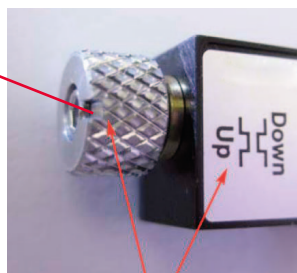

Abb. 17: Drehknopf in Position "Up"
6. Stellen Sie den Drehknopf auf Position "Up" (Abb. 17). Führen Sie einen kurzen Abschnitt des optischen Bandes von ca. 50 mm in das Werkzeug so ein, dass er gerade hinter dem Drehknopf bis zu der gewünschten Endstelle austritt. Drücken Sie auf diesen freigelegten Bandabschnitt von 3-5 mm.